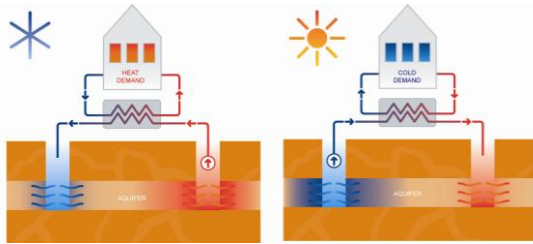

Abb. 2: offenes System / ATES
- Offen: Offene Systeme, im Fall von Untergrundspeichern als Aquiferspeicher (ATES) bezeichnet, nutzen die in Grundwasserleitern in rund 20-250 m Tiefe gespeicherte Energie. In kalten Perioden wird aus dem Grundwasserleiter Wasser gefördert, die Wärme entzogen, und relativ kaltes Wasser durch einen weiteren Brunnen in den gleichen Grundwasserleiter zurückgeführt. In warmen Perioden wird Kälte aus dem Grundwasser entnommen und relativ warmes Wasser wieder eingeleitet. Abb. 2 zeigt das Prinzip eines offenen Systems.
- vertikal (Abb. 2 und 3)